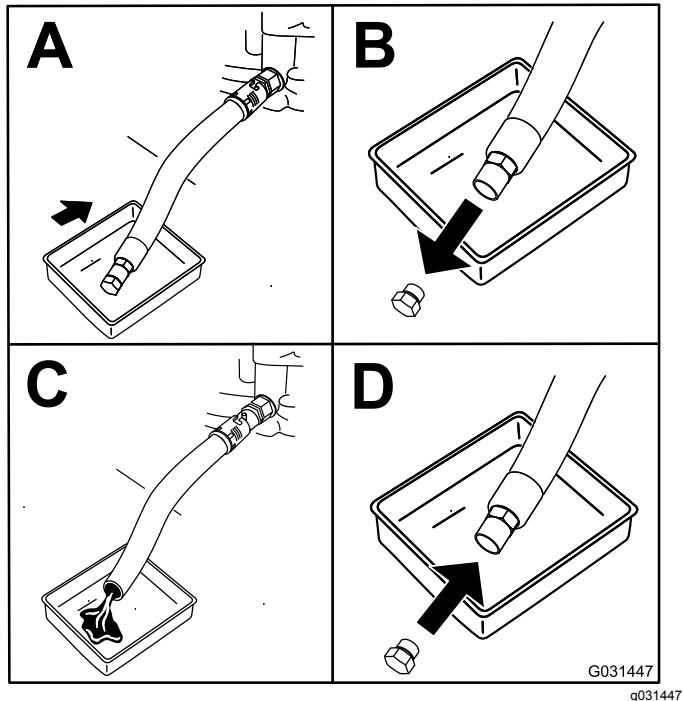

Bild 45
4. Wechseln Sie das Motoröl in den folgenden Situationen Bild 45.